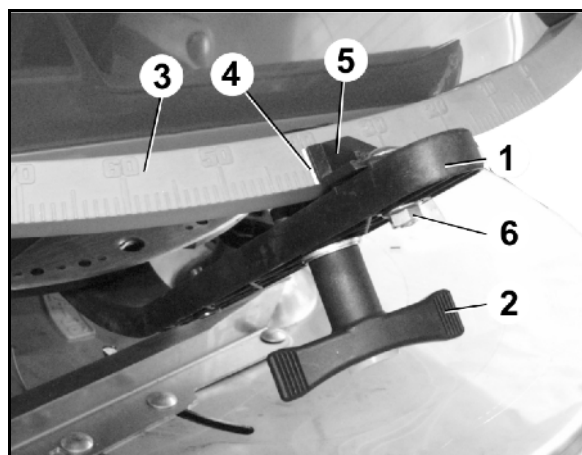

Рис. 96
2. Откройте заслонку дозатора с помощью регулировочного рычага (Рис. 96/1).
4. Передвиньте регулировочный рычаг по шкале (Рис. 96/3) до упора в сторону пальца.
5. Зафиксируйте регулировочный рычаг с помощью поворотной рукоятки (Рис. 96/2).
6. Отвинтите шестигранный болт (Рис. 96/6). Стрелку (Рис. 96/5) установите на значении шкалы "8" и зафиксируйте шестигранным болтом. Указатель стрелки (Рис. 96/4).